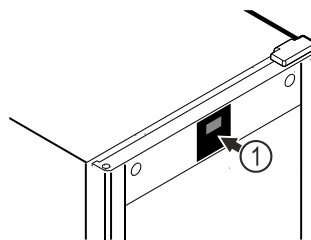

Fig. 51 例图
出厂时已校准过该温度表（偏差为 +6 开式温标）。若冰箱内部温度与温度显示器 Fig. 51 (1) 有偏差，请校准该温度表。